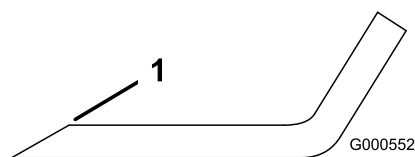
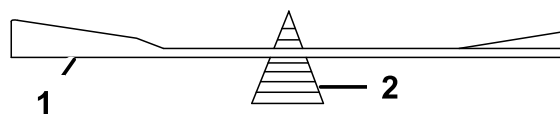

Figure 50
Figure 51
1. Au moyen d'une lime, aiguissez les tranchants aux deux extrémités de la lame (Figure 50). Veillez à conserver l'angle de coupe d'origine. Limez la même quantité de métal sur chacun des deux tranchants pour ne pas déséquilibrer la lame.
2. Vérifiez l'équilibre de la lame en la plaçant sur un équilibreur (Figure 51). Si la lame reste horizontale, elle est équilibrée et peut être utilisée. Si la lame est déséquilibrée, limez un peu l'extrémité de la partie relevée seulement (Figure 50). Répétez la procédure jusqu'à ce que la lame soit équilibrée.